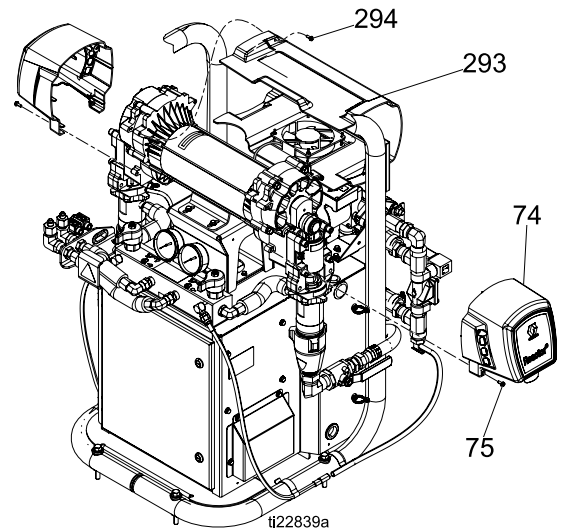

Figure 12
- Quite los tornillos (294) y el revestimiento del motor (293), consulte la Fig.12.